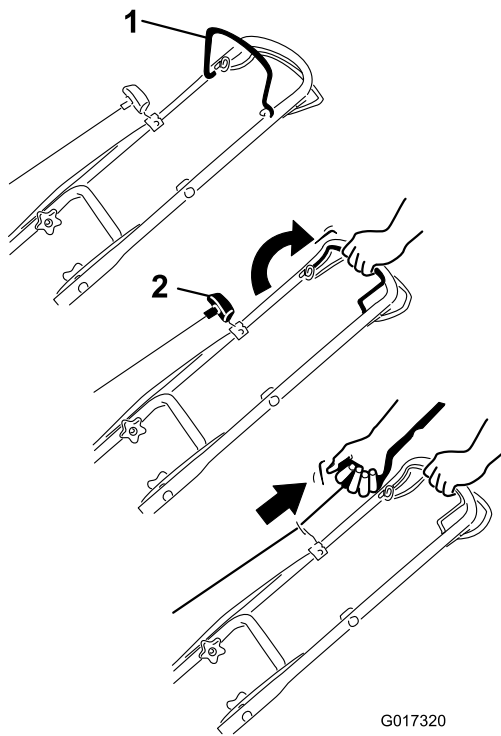

Figura 10
1. Sujete la barra de control de las cuchillas contra el manillar (Figura 10).
2. Tire suavemente del arrancador hasta que note resistencia, luego tire con fuerza. Deje que la cuerda vuelva lentamente al arrancador (Figura 10).